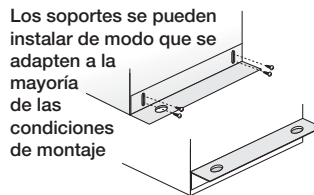

Figura 10 — Fijación de Soportes
2. Fije los soportes de montaje ajustables al ventilador, pero deje los tornillos sueltos hasta que se determine la altura adecuada, como se muestra en la Figura 10.